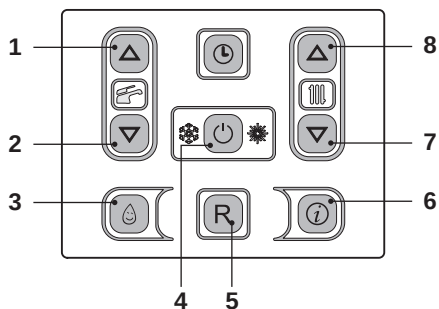
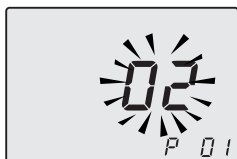
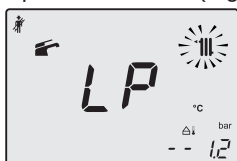

Figura 5.11
Figura 5.12
Figura 5.13
- Entrare in "modalità programmazione" premendo contemporaneamente per 10 secondi i tasti 4 - 7 - 8 (Figura 5.11) fino a far apparire sul display LCD le lettere P01 e il valore del parametro, indicanti l'entrata nel "parametro 01" (Figura 5.12).
- Premere contemporaneamente i tasti 7 e 8 (Figura 5.11) fino a far apparire sul display LCD le lettere **LP** che si alternano con il valore di temperatura dell'acqua di riscaldamento (es. **45**), indicanti l'entrata nell'attivazione della "funzione spazzacamino" alla potenza minima (Figura 5.13).
- Premendo il tasto 8 (Figura 5.11) è possibile variare la potenza in modalità spazzacamino: con visualizzazione sul display LCD delle lettere **hP** che si alternano con il valore di temperatura dell'acqua di riscaldamento (es. **32**), siamo in "funzione spazzacamino" alla potenza minima in riscaldamento (Figura 5.14);
- Ripremendo contemporaneamente per 10 secondi i tasti 4 - 7 - 8 (Figura 5.11) si esce dalla "modalità spazzacamino" e si ritorna allo stato di caldaia precedentemente impostato (Figura 5.17).